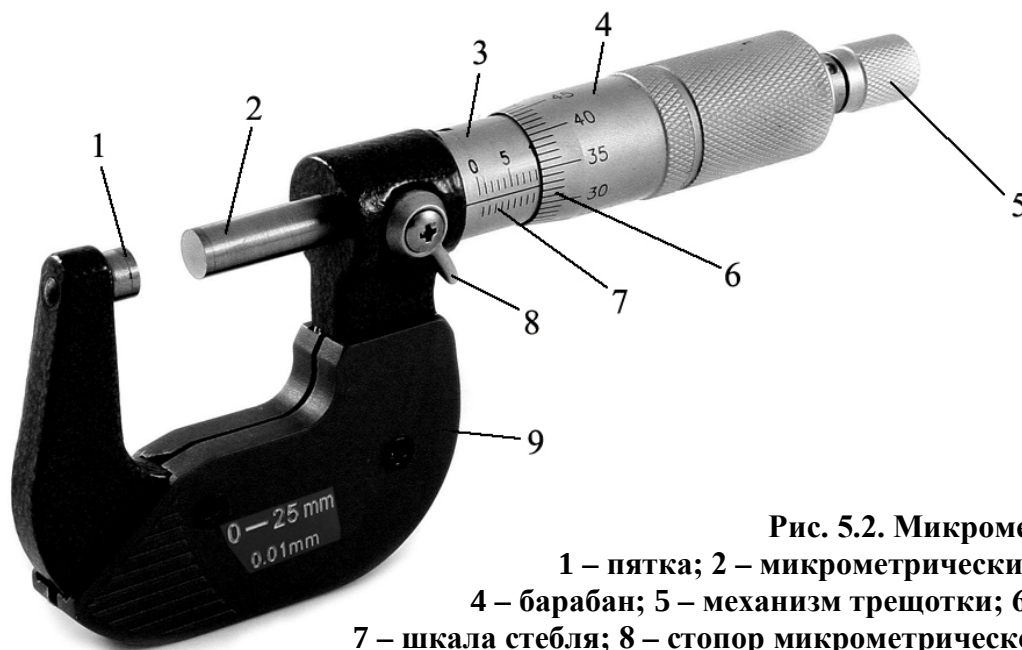

Рис. 5.2. Микрометр гладкий МК-25:
На рис. 5.2 показан гладкий микрометр, предназначенный для измерения размеров в диапазоне от 0 до 25 мм. Измеряемую поверхность помещают между торцами пятки 1 и микрометрического винта 2. Вращением барабана 4 торец микрометрического винта приводят в контакт с измеряемой поверхностью, фиксируют такое положение винта стопором 8 и снимают показания прибора, как будет изложено ниже.
- 1) линейной шкале 7 на цилиндрическом стержне 3 (см. рис. 5.2);